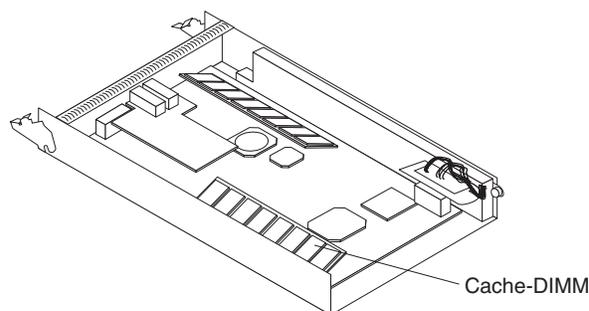

Abbildung 39. RAID-Cache-DIMM entnehmen
- a. Öffnen Sie die Halteklammern an beiden Enden des Steckplatzes für das RAID-Cache-DIMM. In Abb. 39 ist das zu ersetzende Cache-DIMM dargestellt.
- a. Öffnen Sie die Halteklammern an beiden Enden des Steckplatzes für das Cache-DIMM. In Abb. 39 auf Seite 60 ist das zu entnehmende Cache-DIMM dargestellt.